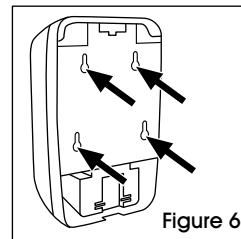

Figure 6
3. Installez les chevilles d'ancrage n° 10 x 1 po dans les quatre trous prépercés. Insérez les vis n° 10 x 1 po de type A dans les trous d'installation de la plaque arrière et à travers le ruban adhésif. (Voir Figure 6)